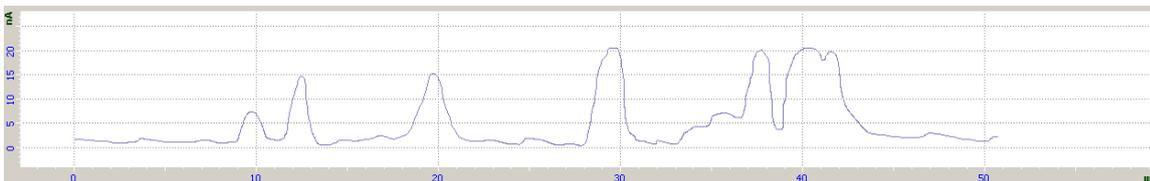

Рис. 6-37. Сигнал Ipr low
- на панели отображения 1D-данных будет построчно отображаться измеряемый сигнал выделенного изображения (Рис. 6-37).